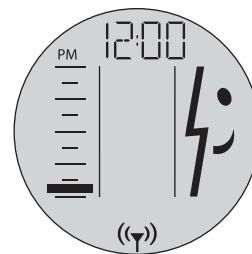

图 60：显示还剩大约 10% PT 电量的 InfoKey
2. 将电池放电（通过正常使用 PT），直到电量显示中最下面的条开始闪烁，表示电池还剩大约 10% 电池（参见图 60）。